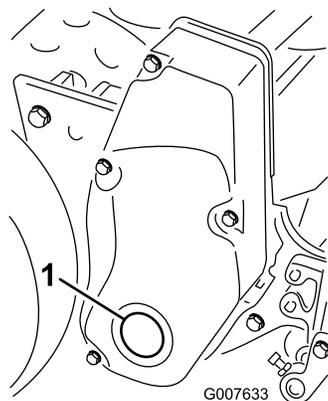

図 56
1. 右リールドライブカバーのフタ **図 56**を取る。